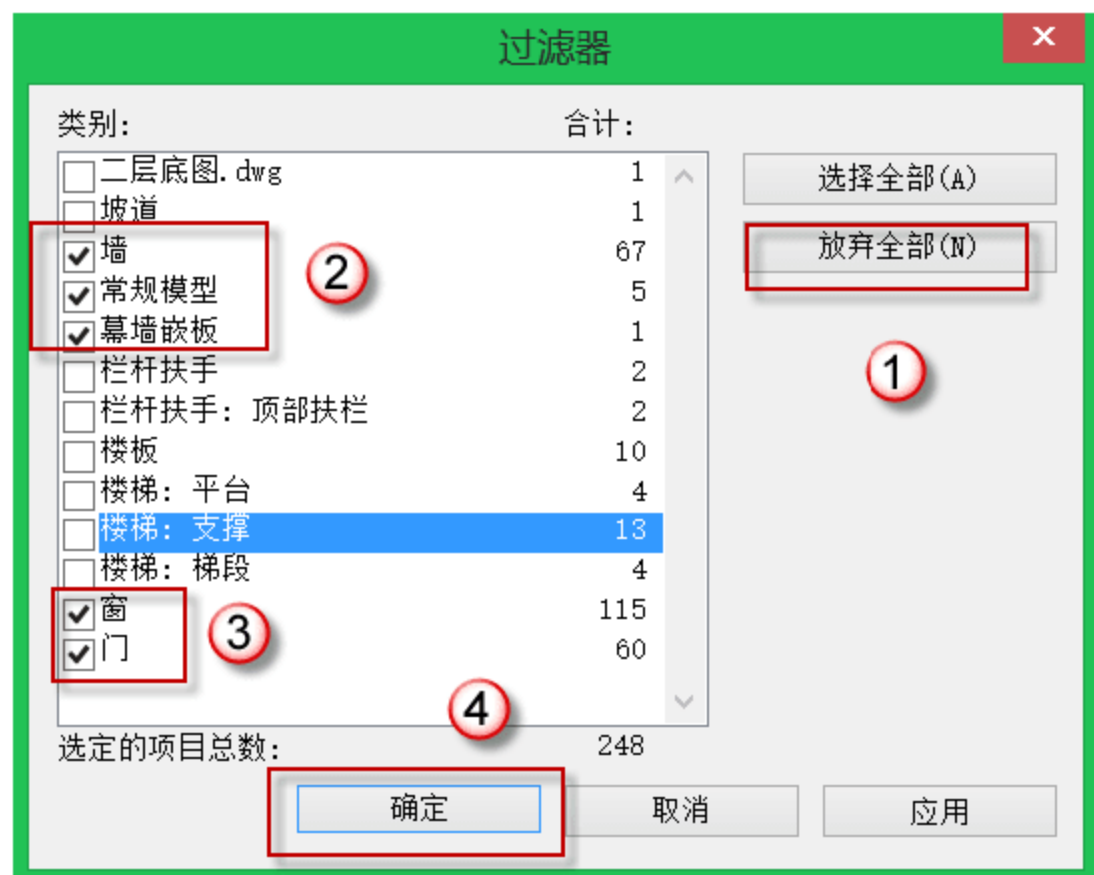

图 11.1.47 过滤图元
(1) 选择对象。复制三层平面，由于二层平面和三层平面大致相同，所以可以整楼复制，按快捷键 F4，进入三维视图模式，将模型调整到与视线平齐，将光标从“左下一层”拉到“视图右上角”，选中后再单击“过滤器”按钮，如图 11.1.46 所示，在弹出的“过滤器”对话框中，先单击“放弃全部”按钮，再将如图 11.1.4 所示的图元选择上，单击“确定”按钮，如图 11.1.47 所示。